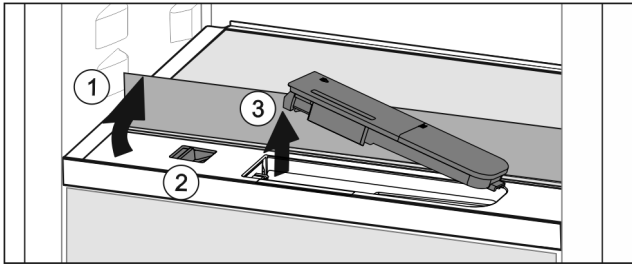

Fig. 120
- ▶ Soulever la tablette et la rabattre vers l'arrière jusqu'à la butée Fig. 120 (1).
- ▶ Pousser le curseur Fig. 120 (2) vers la gauche.
- ▶ Sortir le filtre à eau Fig. 120 (3).